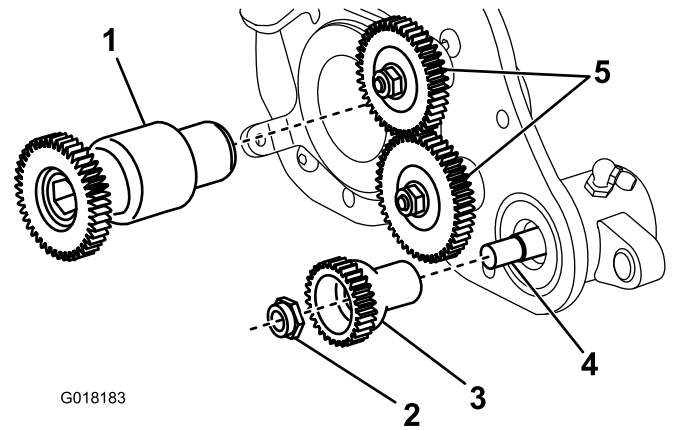

図 30
5. 受動ギアをグルーマシャフトの端部に固定しているフランジロックナットを外す 図 30。ギアを外す。
6. リールシャフトからグルーマ駆動ギアを外す 図 30。